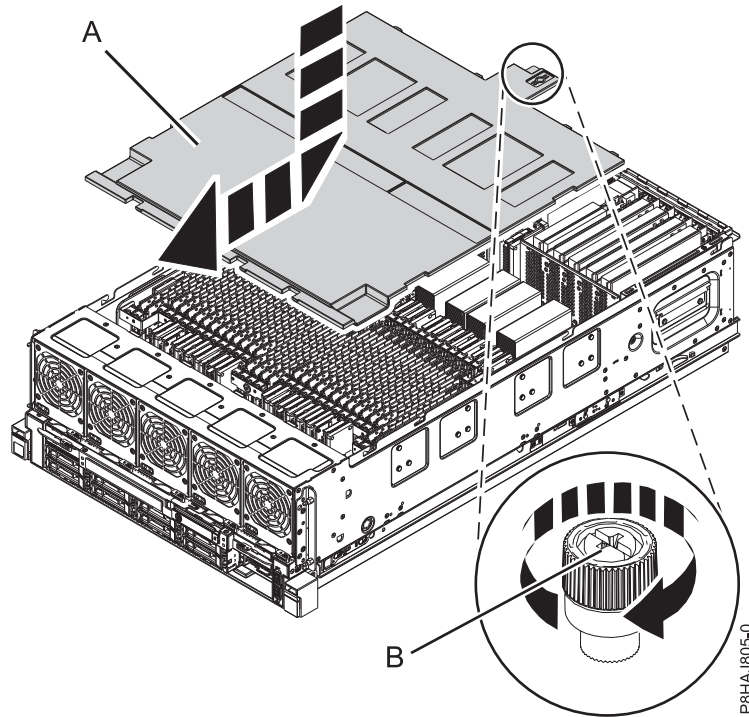

Figure 29. Remise en place du capot de sécurité
2. Poussez le capot de sécurité (A) en direction du châssis.
3. Serrez la vis moletée (B) en la tournant dans la direction illustrée dans figure 29, à la page 49 dans le but de fixer le capot de sécurité au châssis.